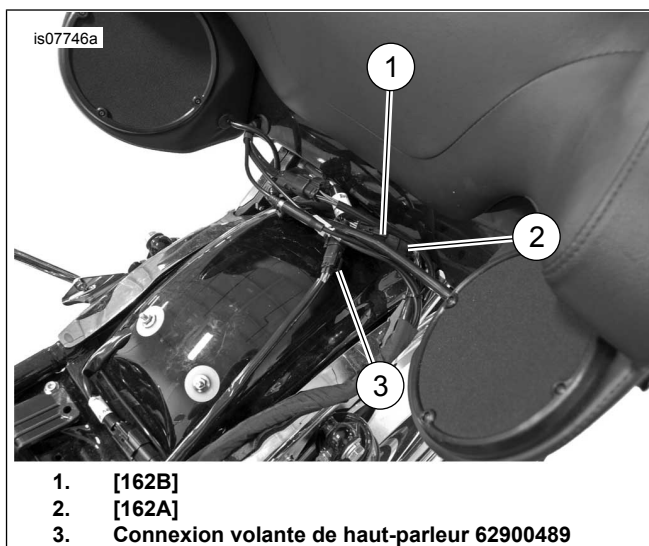

Figure 10. Interconnexion de nacelle de haut-parleur arrière
- Si cet amplificateur est utilisé avec un amplificateur secondaire pour activer six ou huit haut-parleurs, voir les détails de connexion de [162] et [313] dans Tableau 1 et Tableau 2, et dans le kit 76000280. FLHX(S) [162] (F) sortie de canal arrière Molex à 4 fiches de la radio. Utilisée pour la sortie de haut-parleur sans ampli. Voir Figure 8 . Inutilisée avec l'ampli principal, utilisée pour l'ENTRÉE de l'ampli secondaire. Voir Figure 10. FLHTC/FLHTK/TRIKE [162] (R) sortie de canal arrière Molex à 16 fiches de la radio. Contient tout le câblage de nacelle de haut-parleur arrière. Installer 69200714 pour utilisation avec les amplificateurs (voir l'étape 7). Amplificateur de carénage [313] une sortie de canal arrière Molex à 4 fiches de l'amplificateur principal peut être utilisée pour les haut-parleurs de sacoche, les nacelles arrière ou les carénages inférieurs. Réservé pour les carénages inférieurs lorsqu'il est utilisé avec six ou huit configurations de haut-parleurs.
- a. Voir Figure 10. Déconnecter [162] situé derrière le dossier du passager.